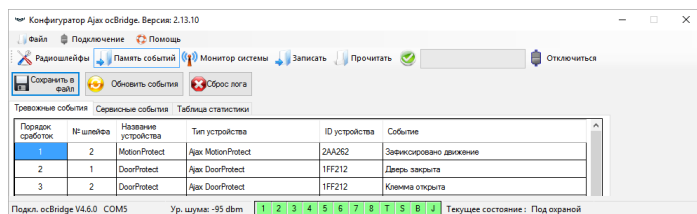
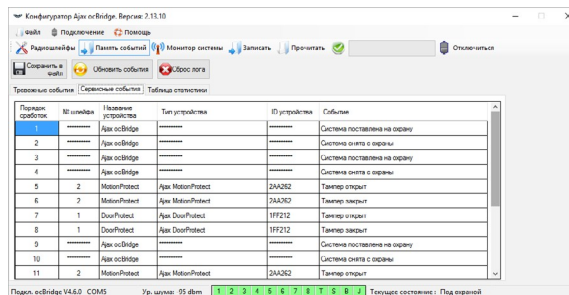
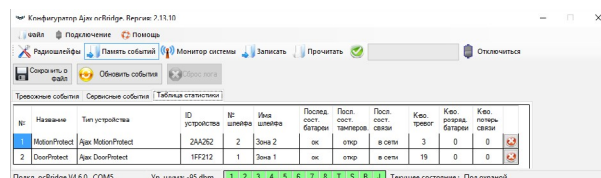

РИС. 12. Журнал тревожных событий
РИС. 13. Журнал сервисных событий
РИС. 14. Таблица статистики
5.6. Вкладка «Память событий» хранит сведения о произошедших тревожных событиях (РИС. 12), сервисных событиях (РИС. 13) и таблицу статистики (РИС. 14). Возможно обновить информацию в журналах событий или очистить их кнопкой «Сброс логов». Журнал содержит до 50 тревожных и 50 сервисных событий. Журналы событий клавишей «Сохранить в файл» можно сохранить в .xml формате, который открывается программой Excel.
Благодаря таблице статистики (РИС. 14) легко контролировать важную информацию по каждому из датчиков: нахождение датчика в конкретной зоне и вообще в сети приема; видеть состояние батареи в любом из датчиков; отслеживать фиксацию тамперных кнопок на всех датчиках; увидеть какой именно датчик и сколько раз сгенерировал тревогу; оценить устойчивость связи по колонке информации о потерях сигнала. В этой же таблице отображается служебная информация – название датчика, тип устройства, его идентификатор ID, № шлейфа/имя зоны.